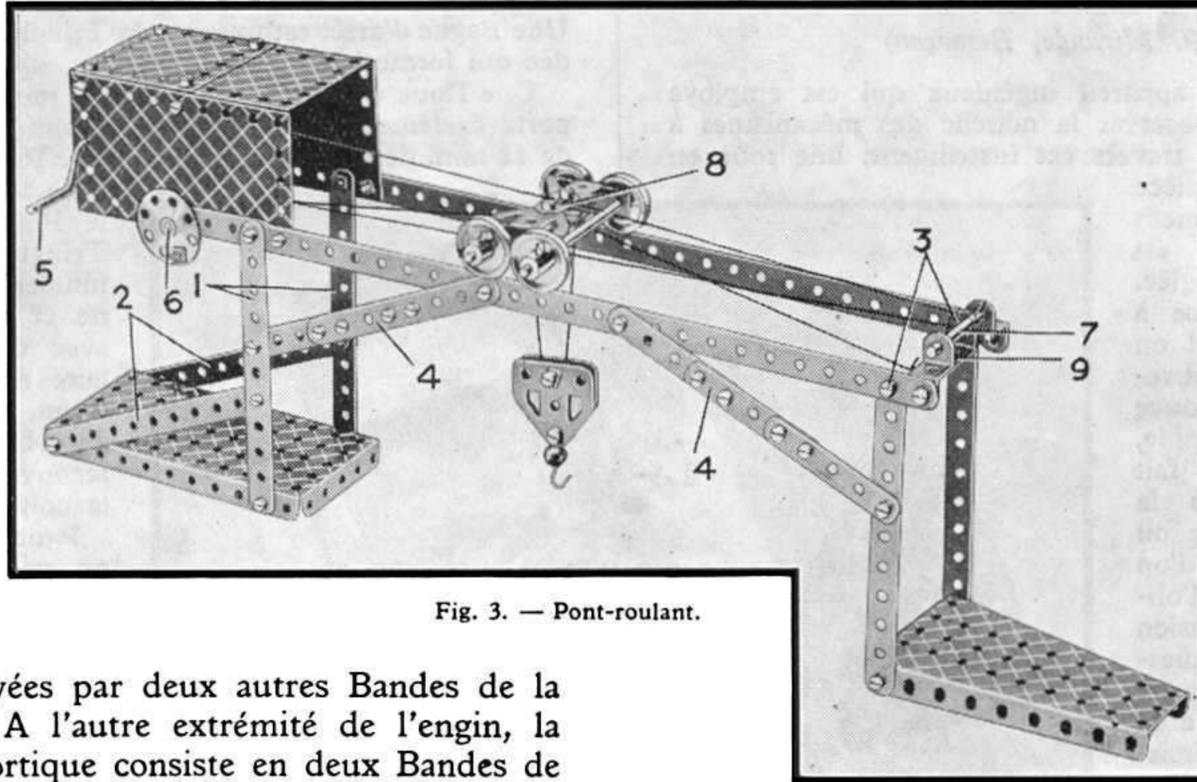

Fig. 3. — Pont-roulant.
Sur la figure 3 on voit un modèle du pont roulant construit avec la Boîte B. A gauche, le pont est supporté par deux Bandes de 14 cm. 1 qui sont fixées à une Plaque à Rebords de  $14 \times 6$  cm. et étayées par deux autres Bandes de la même longueur (2). A l'autre extrémité de l'engin, la partie verticale du portique consiste en deux Bandes de 14 cm. boulonnées à une Plaque Secteur de 11 cm.  $1/2$ . Les Bandes verticales formant les montants sont réunies par des Bandes de 32 cm. sur lesquelles roule le chariot. Les boulons 3 fixent entre ces Bandes une Bande Coudée de  $60 \times 12$  mm. Chacun des éléments 4, servant à consolider la structure, se compose de trois Bandes de 6 cm.